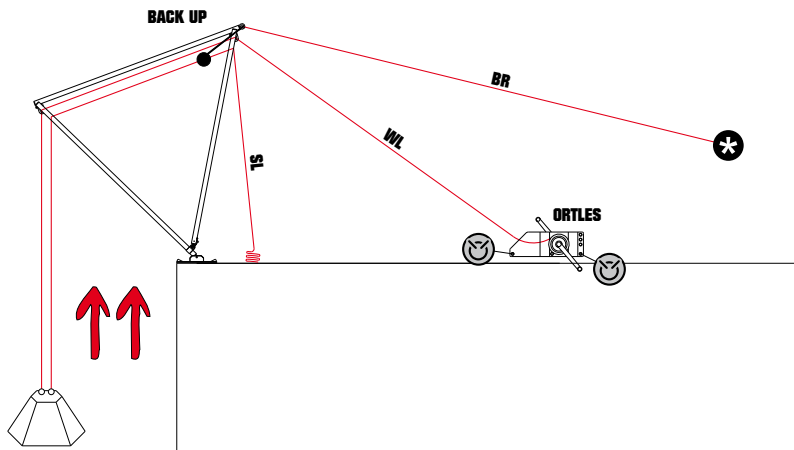

Abb. 14
- Bergung mit einfachem (Abb. 13) und doppeltem Seil (Abb. 14),